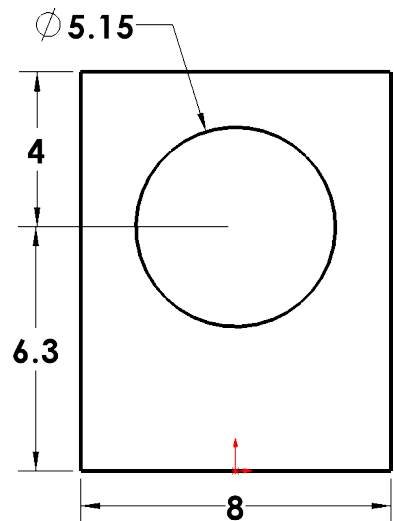

Fig. 6
Step 12. Add dimensions, **Fig. 6**.